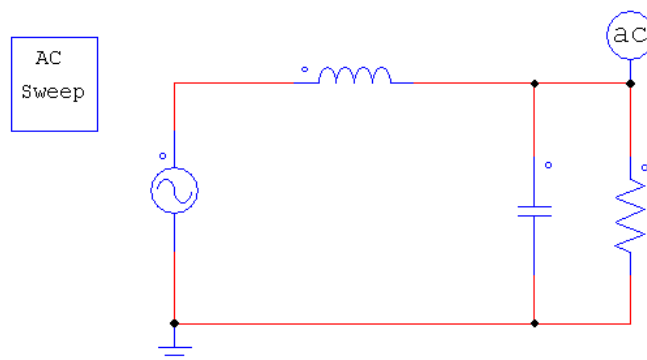

図 1. PSIM AC 解析用例題 RLC 回路図
3. RLC素子の配置を行います。今回は図1のような回路を作りました。「Elements」→「Power」→「RLC Branches」の中に「Resistor」、「Inductor」、「Capacitor」として各素子はあります。まずは次のように素子の値を設定してみました。
4. 最後に出出力プローブを置きます。「Elements」→「Other」→「Probes」→「AC Sweep Probe」を選び、周波数応答を確認したい回路の出力ノードに配置します。今回は図1のように置き、出力ノードを決めました。